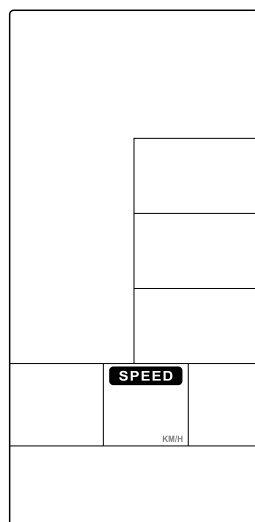

FIGURA 50
1. Segure a tecla START (botão 8) e ENTER (botão 12) por 2s, um alerta sonoro soará. VELOCIDADE irá acender podendo alterar entre m / h, km / h (milhas por hora ou quilômetros por hora) (Figura 50 ~ 51).